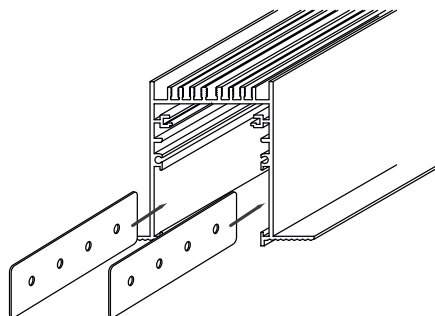

Рис. 3. Установка коннекторов в пазы шинопровода
- 3.7. С помощью коннекторов MAG-CON-45-SIDE вы можете соединить встык шинопроводы или угловые коннекторы. Для этого установите в паз шинопровода прямой коннектор MAG-CON-45-SIDE на половину его длины и закрепите установочными винтами из комплекта поставки (см. рис. 3).